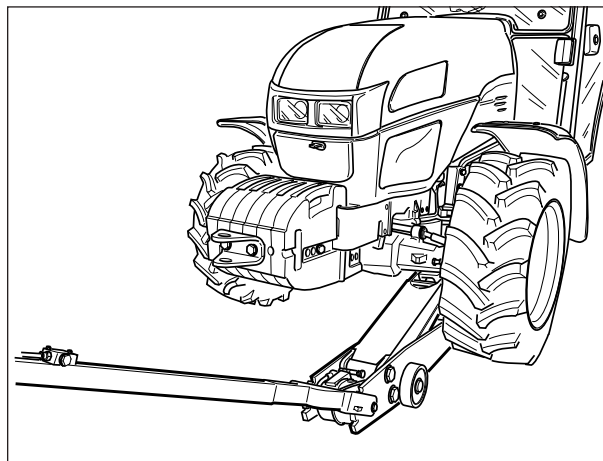

Fig. 62
- Para desmontar una rueda delantera aplique el elevador de carro idóneo para el peso del tractor en el eje delantero cerca de la rueda a quitar (Fig. 62).